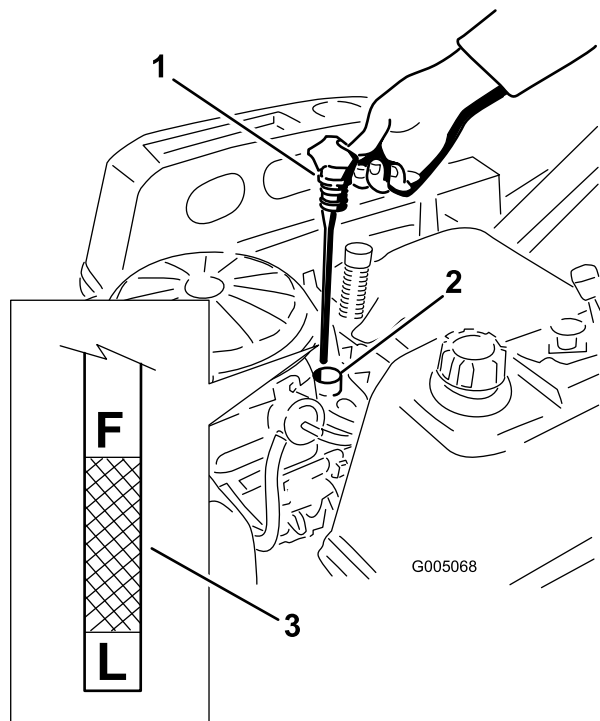
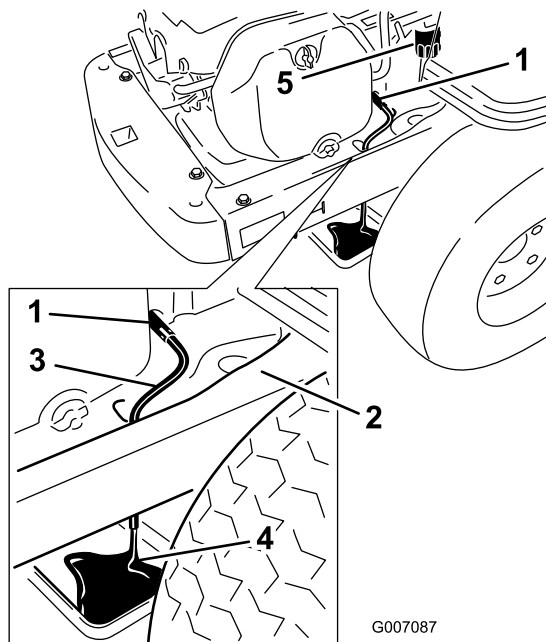

Figura 27
Figura 29
4. Tirate e rimuovete il tappo dell'olio/l'asta di livello; rimuovete l'olio. Reinserite l'asta di livello e premete con forza in sede (Figura 27).
5. Rimuovete l'asta e controllate il livello dell'olio (Figura 27).
7. Collocate un vassoio raccoglitore sotto la macchina direttamente sotto il foro di spurgo nel telaio, come indicato nella Figura 29.
8. Girate la valvola di spurgo di 1/4 di giro in senso antiorario per aprirla e lasciate defluire l'olio (Figura 29). Togliete il tappo/asta del rabbocco dell'olio (Figura 27).
10. Rimuovete il vecchio filtro e pulite lo spessore di montaggio (Figura 29).
11. Quando l'olio è defluito completamente, chiudete la valvola di spurgo dell'olio. Rimuovete il tubo di spurgo dell'olio e tergete l'olio superfluo presente sul telaio (Figura 29).
15. Versate lentamente nel tubo di rifornimento (Figura 27) l'80% circa dell'olio indicato.
16. Montate il tappo dell'olio e l'asta di livello e spingete saldamente in sede (Figura 27).
17. Controllate il livello dell'olio (Figura 27); vedere Controllo del livello dell'olio.
19. Montate il tappo dell'olio e l'asta di livello e spingete saldamente in sede (Figura 27).